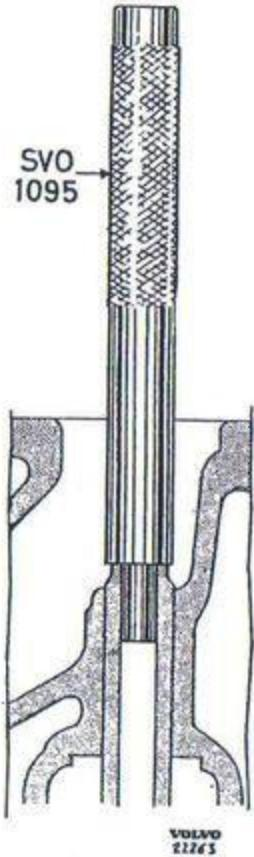

Bild 41. Demontering av ventilstyrning.
3. Driv ur styrningarna med dorn SVO 1095 (bild 41).